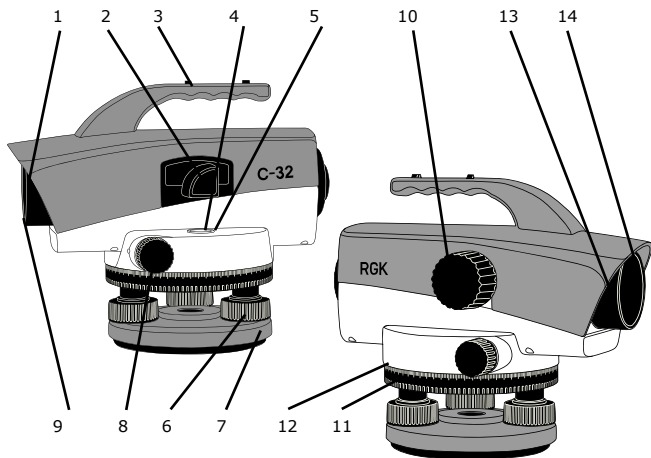

Рис. 1
На рис. 1 цифрами обозначены:
- Вращайте кремальеру ([10], рис. 1) вперед или назад для наведения на большее или меньшее расстояние соответственно. Добейтесь четкого изображения. С помощью винта горизонтального наведения расположите изображение рейки посередине сетки нитей.